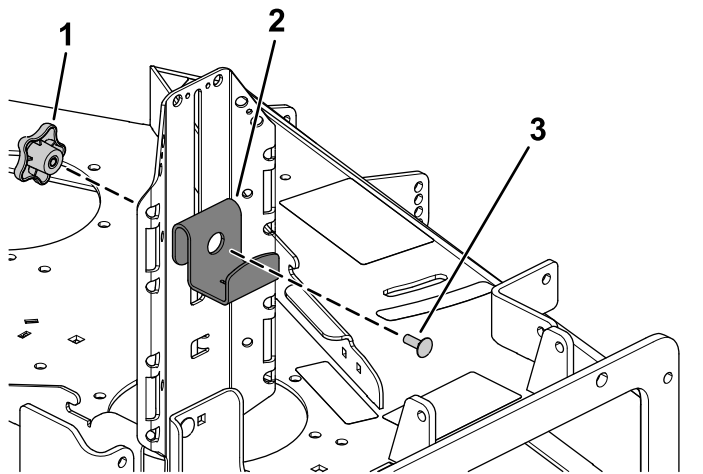

**Figure 5**
- Fixez la patte de fixation au tablier de coupe à l'aide du boulon à embase (3/8 x 1 po) et du contre-écrou (3/8 po), comme montré à la Figure 5.